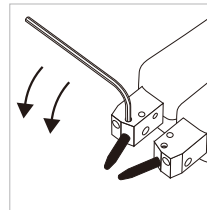

图1 逆时针拧松
1. 使用附赠六角扳手将焊针处固定螺丝逆时针方向拧松 (如图1), 取出旧焊针;